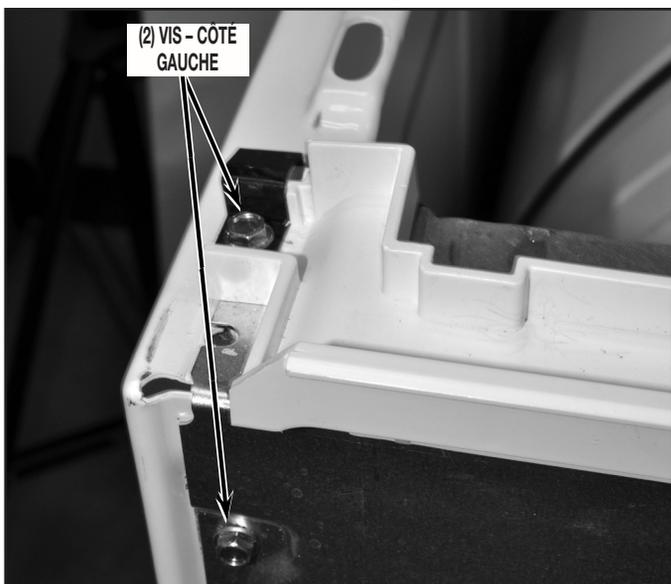

FIGURE 10A
14. Ôter ensuite la bride de montage de la console : ôter d'abord les vis de fixation de la bride - deux (2) vis sur le panneau de gauche de la caisse, deux (2) vis sur le panneau de droite, et une (1) vis sur la bride du module de commande central. Soulever légèrement l'ensemble pour l'extraire de la sécheuse. Voir Figure 10A et 10B.